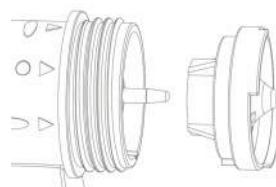

Рис. 13
11.11. Снова соберите сопло и установите обратно на краскораспылитель (Рис.13).